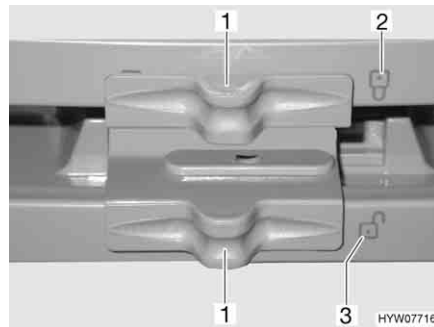

Bild 162 Lås till kylskåpsdörr/frysfacksdörr (Dometic 7-serie med separat frysfack)
- Skjut låset (Bild 162,1) åt sidan så att det öppna låset "☞" (Bild 162,3) blir synligt.
- Skjut låset (Bild 162,1) åt sidan så att det stängda låset "☞" (Bild 162,2) blir synligt.